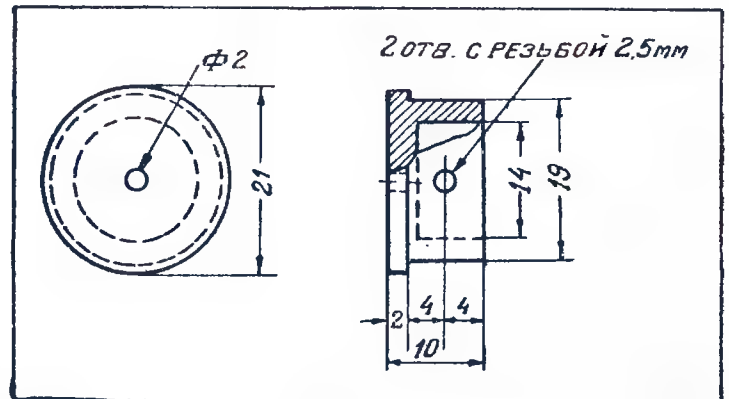

Рис. 6. Подшипник мотора
2. Подшипники (рис. 6) вытачиваются из бронзы или хорошей латуни. Боковые отверстия с резь-